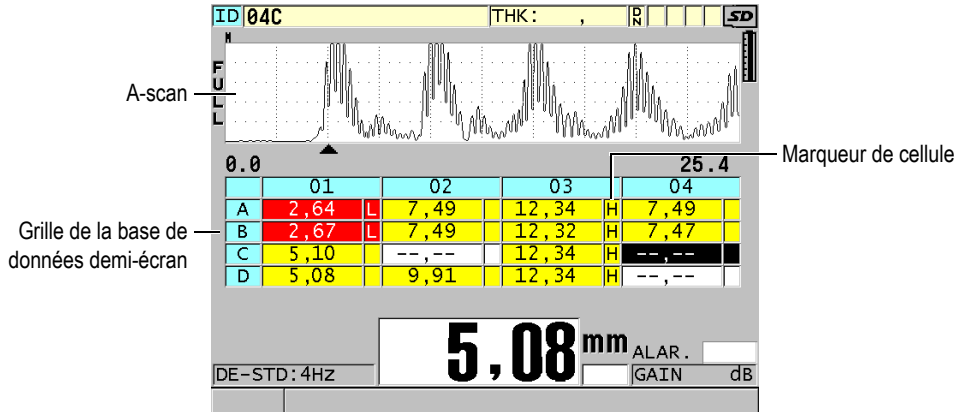

Figure 10-8 Exemple de grille de la base de données demi-écran
La grille de la base de données (DB grid) est un tableau de données 2D. Ce tableau vous permet de vous déplacer librement dans n'importe quelle direction dans la grille plutôt que d'avoir à suivre une liste d'identificateurs préétablie. Au lieu de passer à l'emplacement de l'identificateur suivant, vous pouvez utiliser les touches de direction pour vous déplacer vers un emplacement plus approprié. Vous pouvez afficher simultanément le A-scan, la grille de la base de données et la mesure d'épaisseur (voir la Figure 10-8 à la page 168). Vous pouvez configurer les cellules du tableau pour afficher un marqueur de cellules et une couleur de fond correspondant à l'étendue de la lecture d'épaisseur.
8. Réglez le paramètre **INDICAT. CELL. DONNÉES** à l'une des options disponibles pour afficher un seul indicateur de données dans chaque cellule de données de la grille. L'indicateur de cellule est une lettre qui apparaît dans une petite boîte à droite de l'épaisseur dans la cellule (voir la Figure 10-8 à la page 168). Les choix sont les suivants :